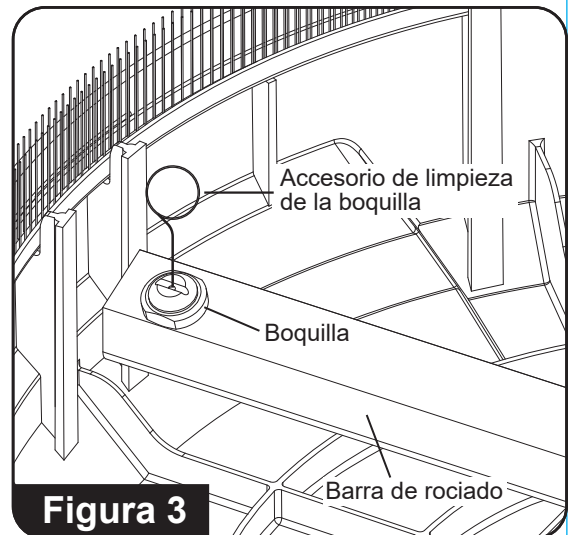

Figura 3
4. Con el accesorio de limpieza de la boquilla, libere cualquier material que obstruya o restrinja la boquilla. (Consulte la figura 3)